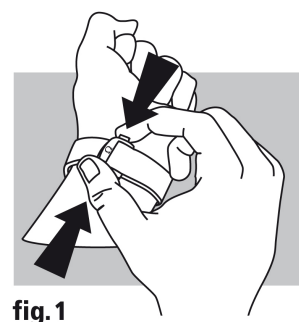

fig. 1
**Ouverture (fig. 1) :** pour ouvrir votre fermoir, il suffit d'appuyer sur les 2 poussoirs situés de part et d'autre de la boucle OMEGA et de tirer vers le haut.